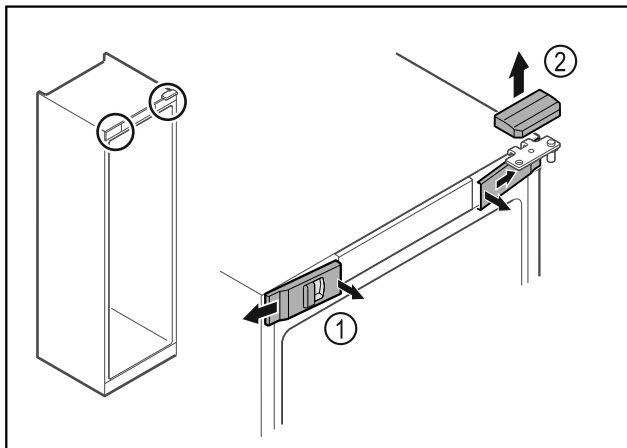

Fig. 15
- Wyczepić przednie osłonki Fig. 15 (1) i odchylić w bok.
- Górną osłonkę Fig. 15 (2) zdjąć w górę.